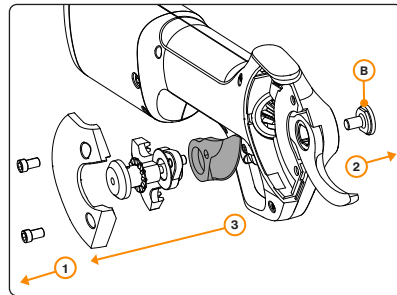

Figura 8. Substituição da lâmina de corte. Siga a sequência dos números.
3. **Desaperte os parafusos de bloqueio da lâmina.** Dê duas voltas nos (2) parafusos Allen de 4 mm (Figura 8, passo 1)
4. **Desaperte o parafuso de montagem da lâmina.** (Figura 8, Passo 2, imagem B)
5. **Troque a lâmina antiga pela nova.** (Figura 8, Passo 3)